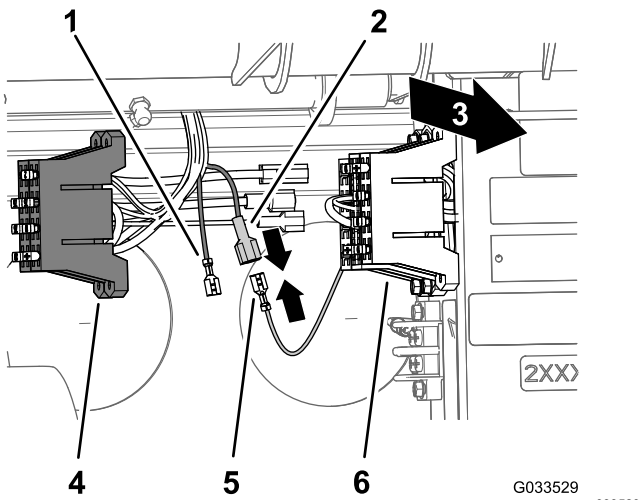

图 25
2. 在机器保险丝盒的开路黄色电源线末端找到未绝缘的插口端子并在打药机接线保险丝盒的黄色选配电源线末端找到绝缘的刀形端子图 25。
3. 将机器保险丝盒的未绝缘插口端子连接到打药机保险丝盒的绝缘刀形端子上图 25。